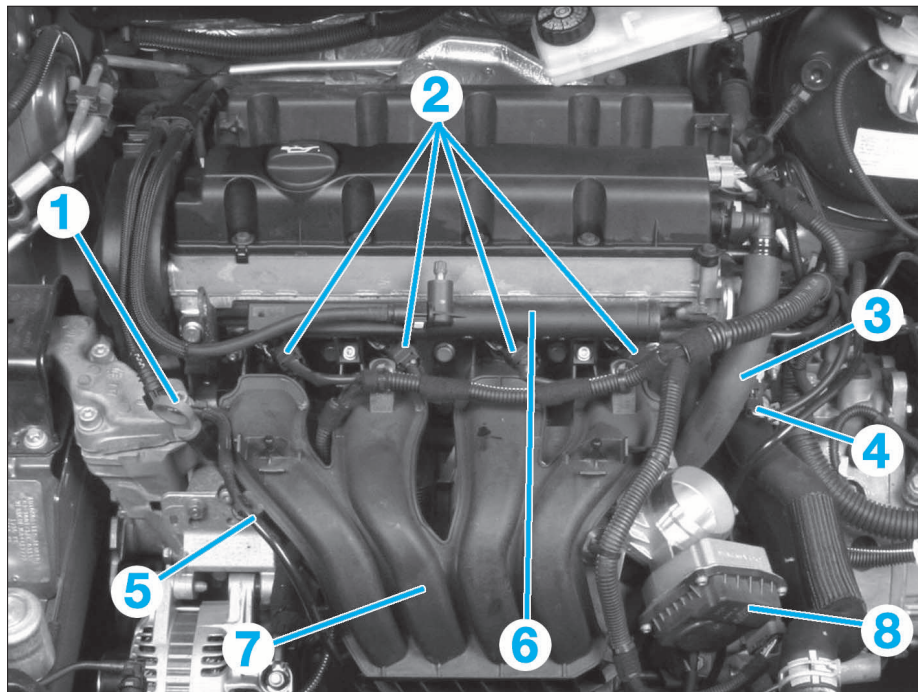
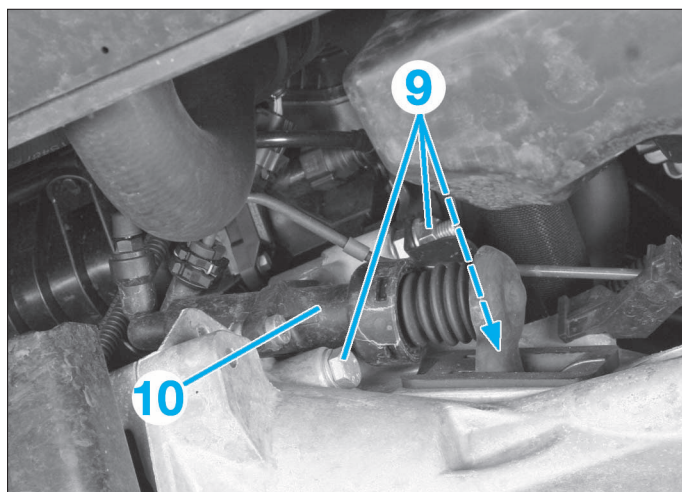

FIG. 14
FIG. 15
- les vis de fixation du guide de jauge d'huile (1) (Fig.14).
- les injecteurs (2)
- les connecteurs du boîtier papillon (8)
- les tuyaux d'aspiration des vapeurs d'huile (3)
- le tuyau à dépression du servofrein (4).
- les canalisations de carburant (5).
- la rampe d'injection (6)
- le collecteur d'admission (7)
- les vis de fixation du récepteur d'embrayage (10) et le mettre sur le côté (Fig.15)
- les 3 vis (9) de fixation du démarrage